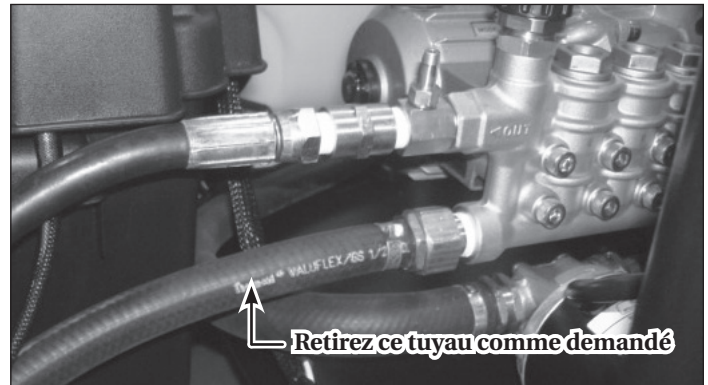

Figure 16
- Retirez le tuyau flexible comme indiqué sur la Figure 16. Fixez un tuyau flexible court et placez-le dans un antigel 50/50 RV.